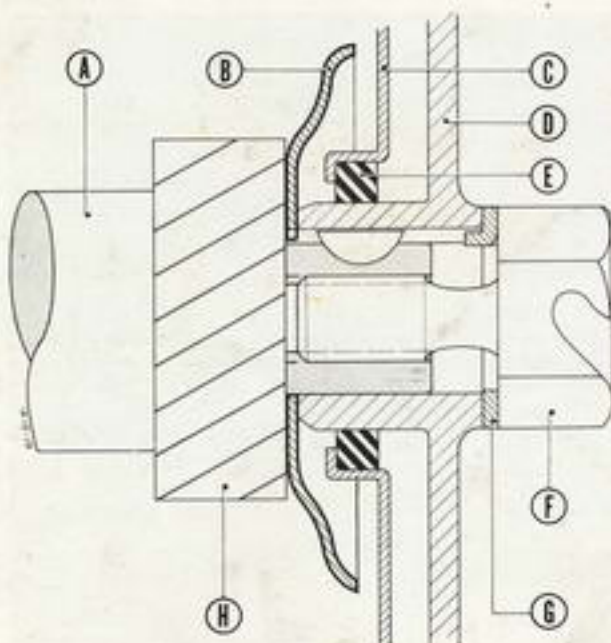

Fig. 12
- Montage du déflecteur d'huile selon la fig. 12.